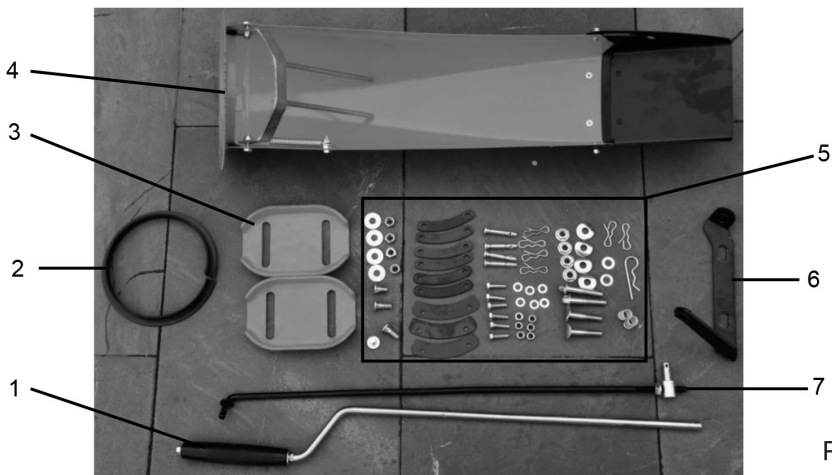

Рис. 4
### 6.1. Комплект для сборки снегоуборочной машины (Рис. 4)
1. Установите уплотнительную прокладку желоба (Рис. 4, поз. 2) на желоб;